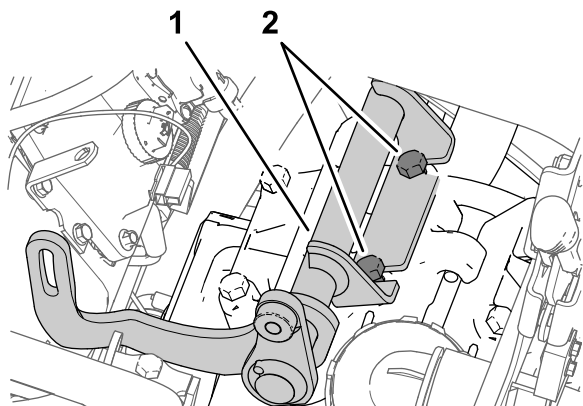

図 176
2. ステップ1でゆるめたボルトとポンプヘッドとの間に、オルタネータブラケットを配置する 図 176。